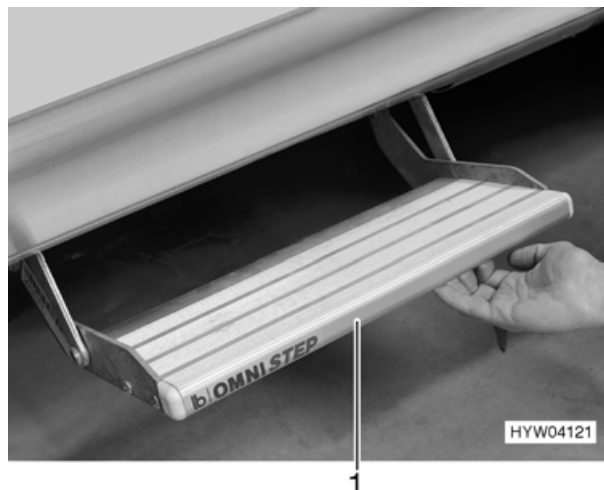

Fig. 8 Scalino di ingresso (variante 2)
- Afferrare lo scalino di ingresso (Fig. 8,1) dalla parte inferiore ed estrarlo.